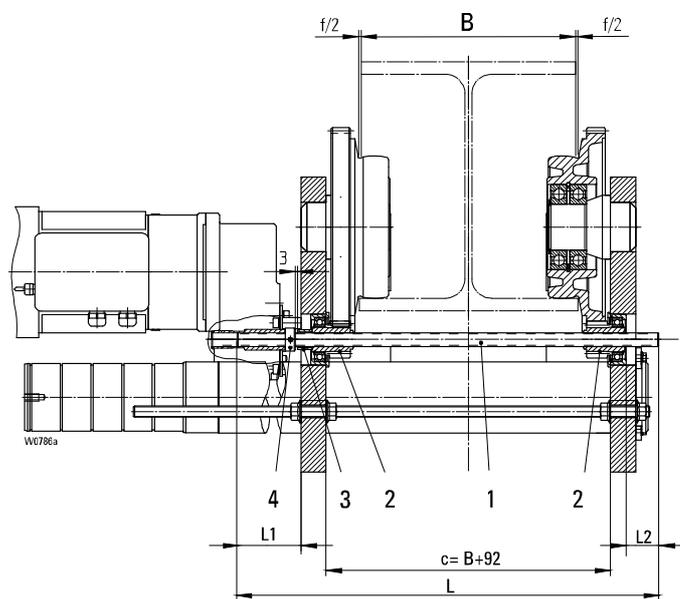

Fig. 19
- Utilizar un perno de unión y un eje continuo que coincidan con el tramo del rail "B". (Medidas ver Fig. 19).